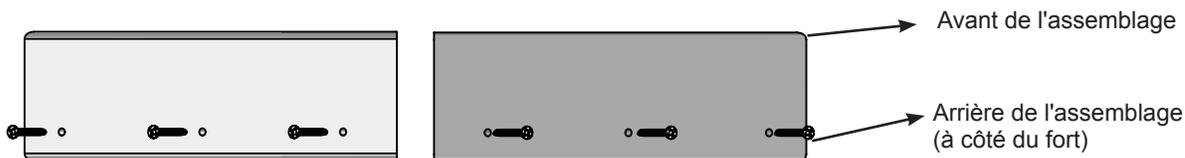

Figure 19.3
B : Au centre du dessus de la porte, sur le Panneau avant étroit (073), serrez chaque assemblage du Support de la cloche afin qu'ils forment une pointe, puis fixez-les au Panneau avant étroit (073) avec 1 Vis à bois (S3) #8 x 2-1/2" (62,5 mm) et 1 Vis à bois (S11) #8 x 2" (50 mm) par assemblage (figure 19.3).